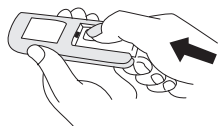

Fig 3
3. Deslice hacia atrás la tapa de las pilas. Fig. 3.
5. Riesgo de incendio (fijar la separación). Sustituya el fusible únicamente por uno de 2,5 amperios y 125 voltios.(Fig. 3)